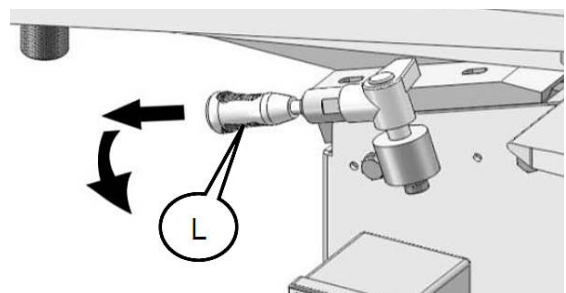

Fig.24: Mesa de trabajo giratoria
Paso 4: Gire la mesa de cepillado hacia atrás girando y soltando la empuñadura (L, Fig.24).